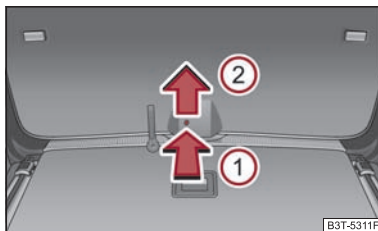

Fig. 37 Descuierea de urgență a capotei portbagajului
- Introduceți în orificiul din capitonaj o șurubelniță sau o altă unealtă asemănătoare, în sensul indicat de săgeată ① ⇒ pagina 48, fig. 37, până la limită.
- Descuiați clapeta în direcția săgeții ②, în sus.